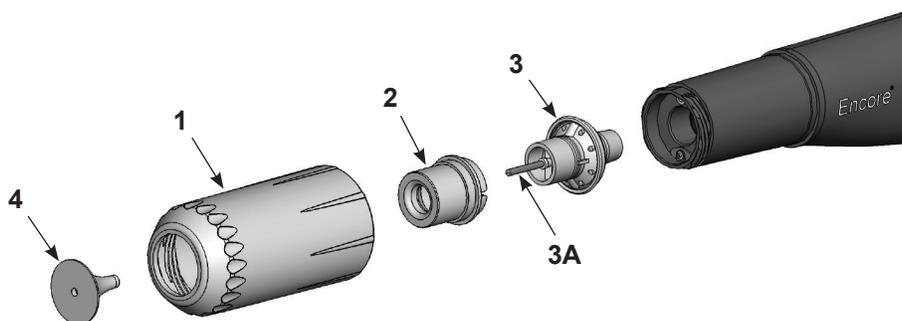

Figure 4-2 Remplacement des déflecteurs optionnels et des buses coniques
1. Voir la Figure 4-2. Pour remplacer le déflecteur (4), le retirer doucement du bloc électrode (3). Si seul le déflecteur est remplacé, monter le déflecteur neuf sur le bloc électrode en prenant garde de ne pas plier le fil de l'électrode.
2. Pour remplacer la totalité de la buse, dévisser l'écrou de buse (1) en sens inverse des aiguilles d'une montre.
3. Retirer la buse conique (2) du bloc électrode.